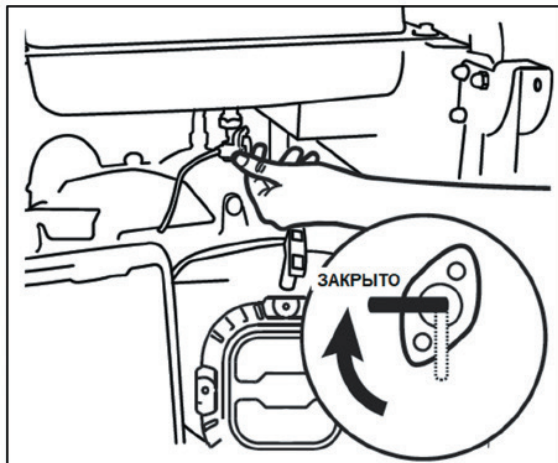

Рис. 14
2. Закройте топливный кран (положение «ЗАКРЫТО») (рис. 14).